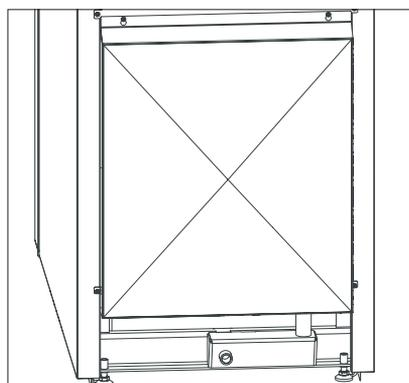

Fig. 40 Dévisser le panneau arrière inférieur
- ▶ Retirer le panneau arrière inférieur – Fig. 40.